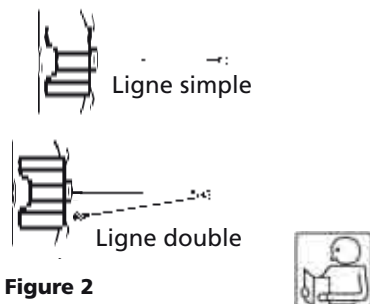

Figure 2
1. La charge nominale maximale concerne la couche du câble métallique située le plus près du tambour. NE SURCHARGEZ PAS. NE TENTEZ PAS DE TIRER UNE CHARGE LOURDE PENDANT UNE DURÉE PROLONGÉE. Toute surcharge pourrait endommager le treuil et/ou le câble métallique et engendrer des conditions d'utilisation dangereuses. POUR LES CHARGES DÉPASSANT DE 1/2 LA CAPACITÉ NOMINALE, NOUS RECOMMANDONS D'UTILISER LA MOUFFLE EN OPTION AFIN DE DOUBLER LE CÂBLE MÉTALLIQUE (Figure 2). Cela réduit la charge sur le treuil et la tension sur le câble métallique d'environ 50 %. Fixez le crochet sur la partie porteuse. **Le moteur du véhicule doit fonctionner pendant l'utilisation du treuil.**